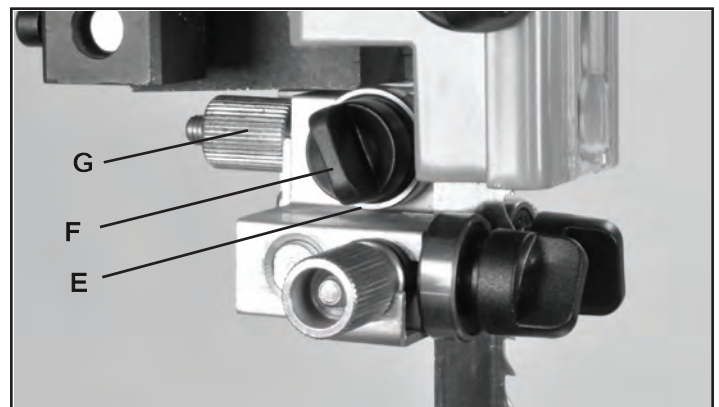

FIGURE 24
4. Ajuster à être juste au-dessus du dos de la lame de scie le guide d'appui arrière (E, Fig. 24). Desserrez le bouton de verrouillage de guidage arrière (F, Fig. 24) et déplacer le guide arrière vers la lame en faisant tourner l'arrière, le bouton micro-réglage moleté (G, Fig. 24) qui pousse l'extrémité du long arbre du guide. Lorsque le bon réglage est effectué, de verrouiller le guide en place en serrant le bouton de verrouillage.